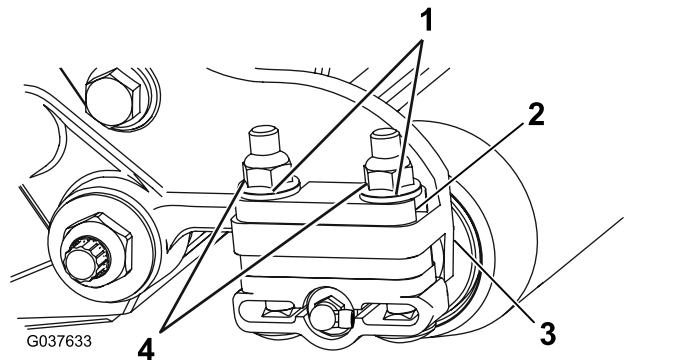

Bild 4
9. Entfernen Sie die zwei Bundmuttern und Scheiben, mit denen jede Rollenhalterung an den Seitenplatten befestigt ist (Bild 4).